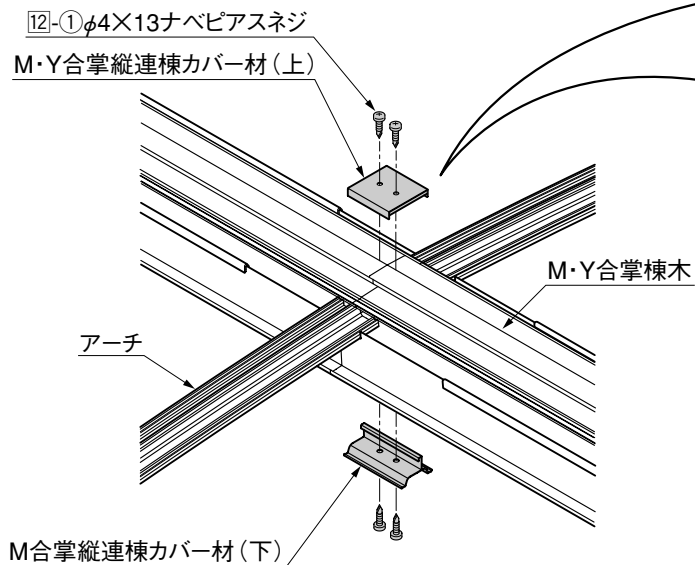
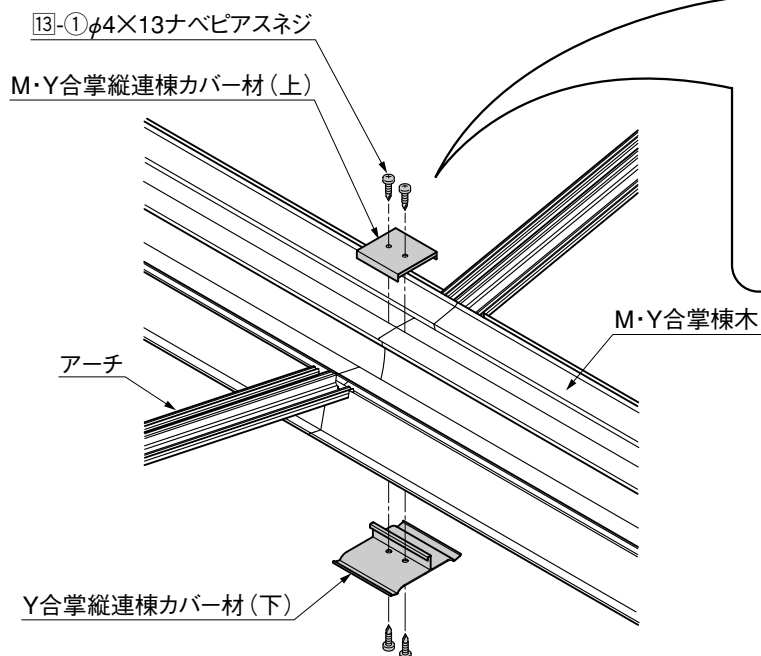

図3-1 M合掌縦連棟
図3-2 Y合掌縦連棟
- ❶ M合掌・Y合掌の棟木の接続部にM合掌・Y合掌縦連棟カバー材(上)、縦連棟カバー材(下)を取付けてください。(図3-1、図3-2参照)